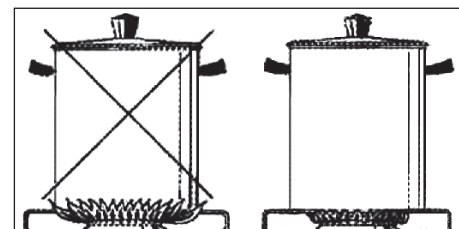

Рис. 11
- Используйте наиболее подходящую для каждой конфорки посуду (таблица. № 2 и рис. 11).